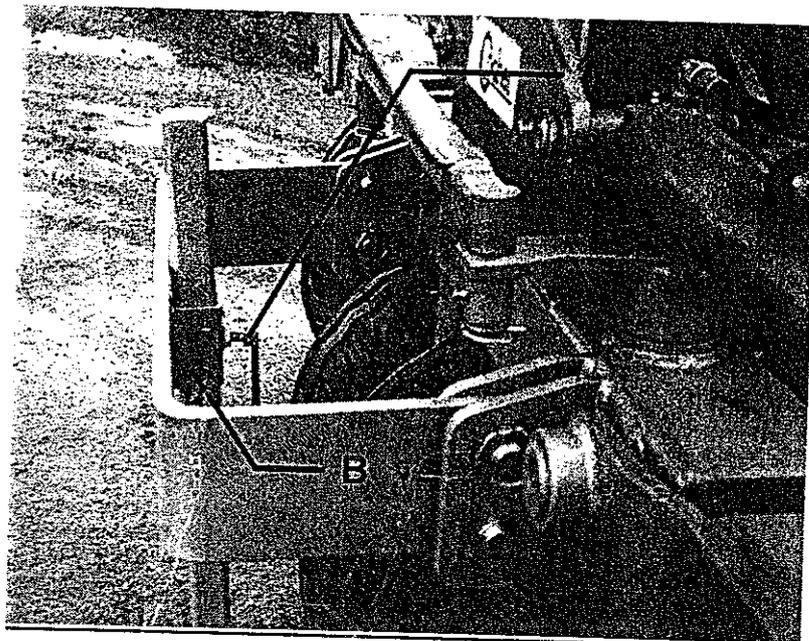

Figure 16
2) Repli des béquilles (Figure 16)